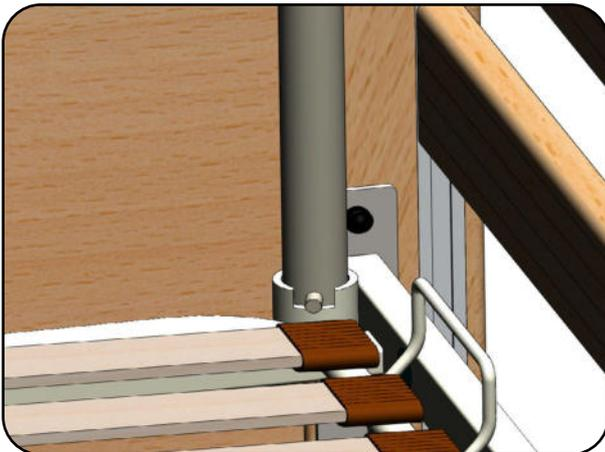

Abb. 6.5.01 – kopfseitige Aufnahme für Aufrichter
2. Stecken Sie den Aufrichter wahlweise links oder rechts in eine der kopfseitigen Aufnahmen ein (Abb. 6.5.01). Achten Sie darauf, dass der Bolzen des Aufrichters vollständig in der Ausklindung der Aufrichteraufnahme steckt.